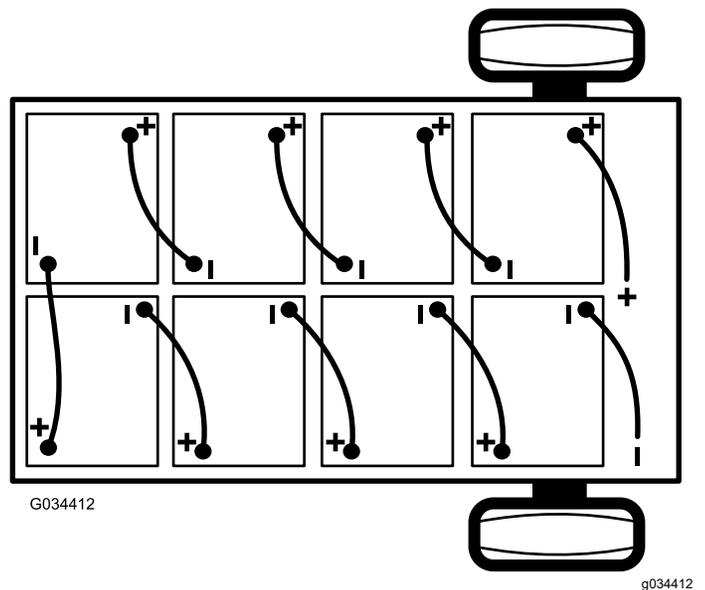

図 41
- バッテリーと車体のアース端子を接続しているメインのマイナスケーブル黒を、バッテリーから外す 図 41。
3. バッテリーと車体のメインコンタクトとを接続しているメインのプラスケーブル赤を、バッテリーから外す 図 41。
注 バッテリーを新しく積み込む場合には、極性に十分注意してください 図 41。
- 図 41 に示すように、1 で外した中間接続ケーブルを使ってバッテリーを相互に接続する。
- 車体に接続されているメインのプラスケーブル赤を、バッテリーに接続する 図 41。
- 車体のアース端子に接続されているメインのマイナスケーブル黒を、バッテリーに接続する 図 41。